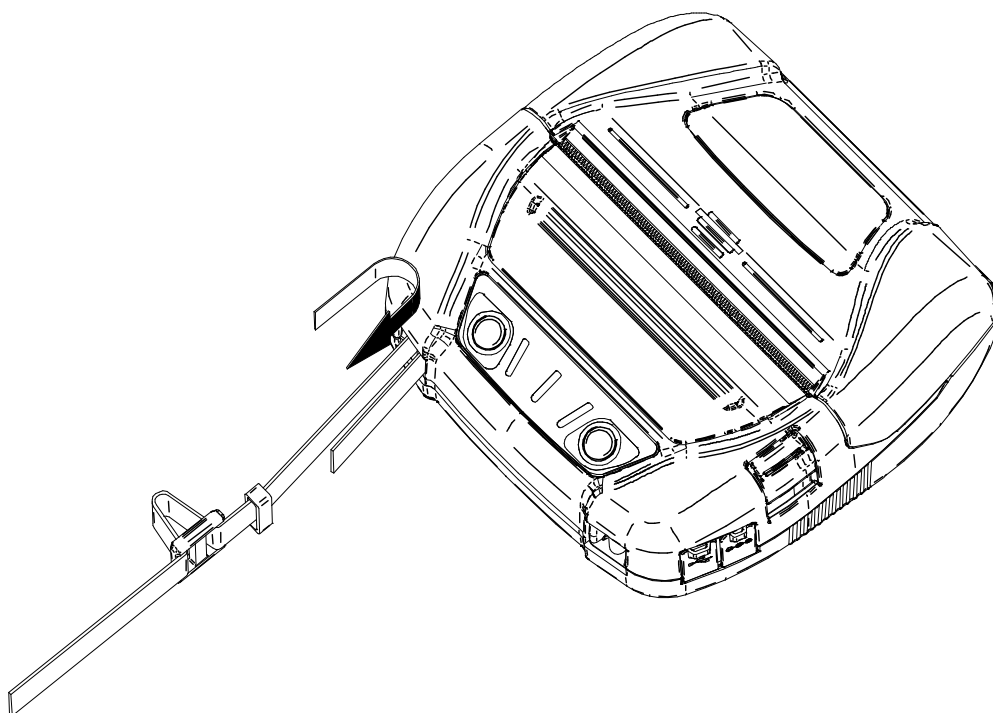

図 14-4 ショルダストラップの取り付け(1)
- ① 図 14-4のように、ショルダストラップの先端をプリンタのショルダストラップ取り付け部に通してください。